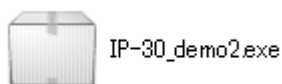

図 4-1 インストーラの実行ファイル
2. コピーしたファイルの中からサンプルプログラムのインストーラ [IP-30_demo2.exe] (図 4-1) を選択し、ダブルクリックします。